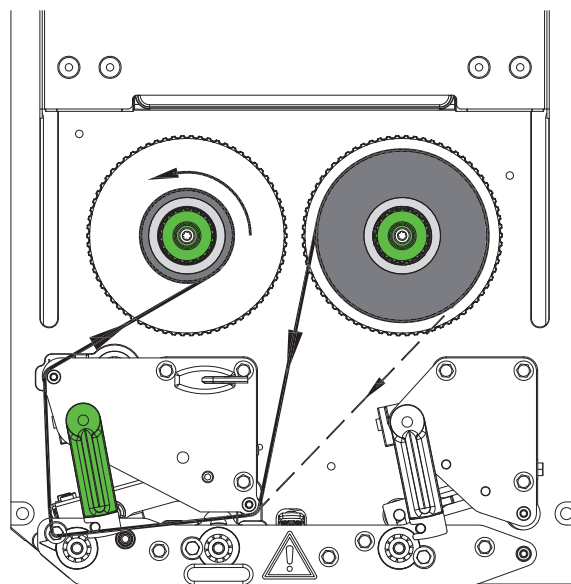

Рис. 14 Ход трансферной ленты
2. Поверните рычаг (6) против часовой стрелки, чтобы приподнять печатающую головку.
3. Надвиньте рулон с трансферной лентой (3) до упора на размотчик (4) так, чтобы после закладки цветное покрытие ленты находилось на стороне, противоположной печатающей головке.
4. Удерживая размотчик (4), поверните вращающуюся ручку (5) против часовой стрелки до полной фиксации рулона.
5. Установите подходящий сердечник трансферной ленты (1) на намотчике трансферной ленты (2) и закрепите аналогичным образом.
6. Проведите трансферную ленту через механическую часть модуля печати, как показано на Рис. 14.
7. Клейкой лентой закрепите начало трансферной ленты на сердечнике (1). При этом намотчик трансферной ленты должен вращаться против часовой стрелки.
8. Поверните намотчик трансферной ленты (2) против часовой стрелки, чтобы выровнять ход трансферной ленты.
9. Поверните рычаг (6) по часовой стрелке, чтобы зафиксировать печатающую головку.